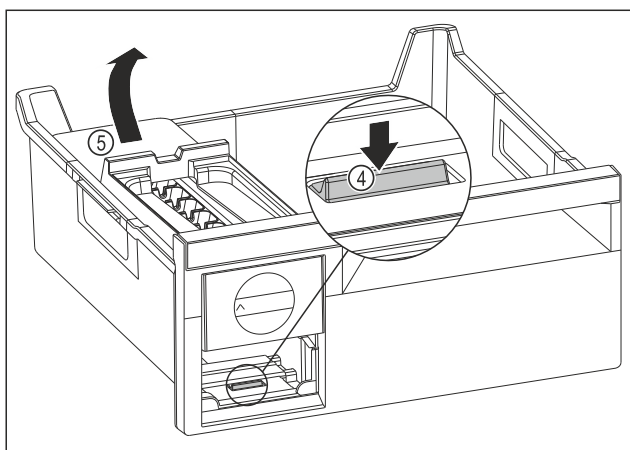

Fig. 136
- ▶ Udtagning af EasyTwist-Ice-legemet: Tryk lasken Fig. 136 (4) ned med fingeren, og løft samtidigt EasyTwist-Ice-legemet Fig. 136 (5) med den anden hånd.